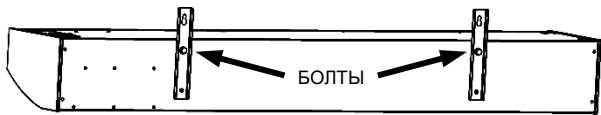
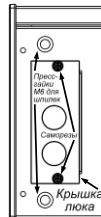

Рис. 3.1.
Рис. 3.2.
1. При установке завес M9, M9 eso, T104E15, T107E15, T109E15, T106E20, T110E20, T112E20 ослабить болты M6 на тыльной стороне корпуса (см. рис.3.1), повернуть кронштейны в рабочее положение, затянуть болты. Открутить саморезы на крышке люка и вынуть держатель клеммных колодок (см. рис. 3.2). При установке завес M3, M5, M5 eso, M6, M6 eso, T103E10, T105E10, T106E10 отвернуть саморезы на крышке завесы и снять крышку.